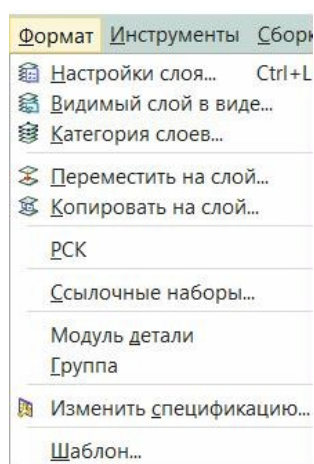

рис.98
- Для работы со слоями в падающем меню *Формат* присутствует целая группа команд (рис.98). Рассмотрим только некоторые из них.
- Действительно, эта потребность возникает довольно часто. Для этого не нужно перестраивать элемент заново на нужном слое. Для этого в списке рис. 98 существует команда «**Переместить на слой**».